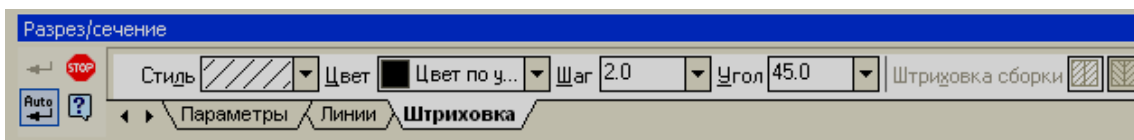

Рис. 3.15
7. Далее в строке **Параметров объектов** следует ввести закладку <Штриховка> (рис. 3.15) и задать все параметры штриховки.